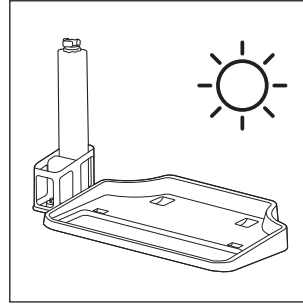

Afb. 36
- ♦ Maak de borstelkamer, als die vuil is, schoon met een vochtige doek (zie afb. 36).